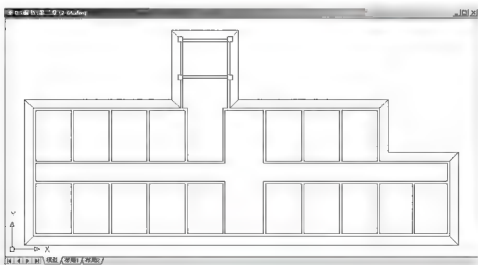

图 2.66 散水线和坡面交界线
(2) 反复重复【倒角】命令, 修改其他阴角和阳角处, 并绘制坡面交界线, 结果如图 2.66 所示。